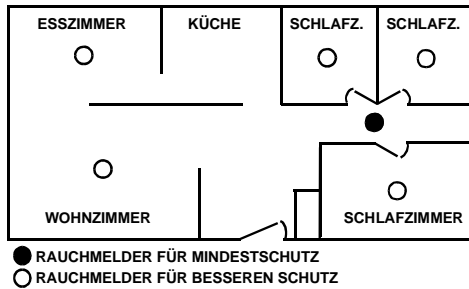

Abb. 5. Installationsorte für Rauchmelder in einem einzelnen Haushalt mit nur einem Schlafbereich
- Installieren Sie einen Rauchmelder wie in Abb. 5 dargestellt im Flur vor jedem separaten Schlafzimmer. Zwei Rauchmelder sind in Häusern/Wohnungen mit zwei separaten Schlafbereichen erforder-